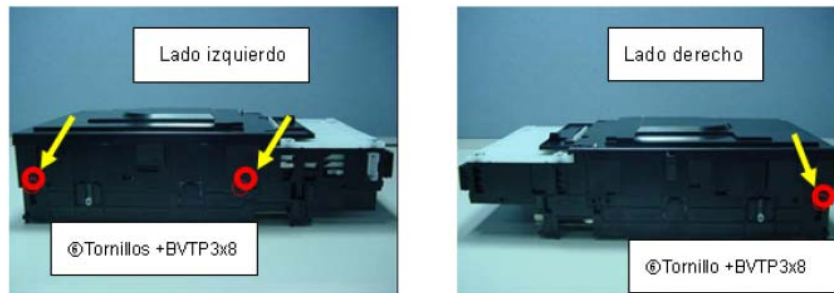

Fig.2.2
2. Ajuste los tornillos "SCREW +BVTP 3x8" en la cubierta superior (COVER, CDM88 D-TOP). Fig. 2.2